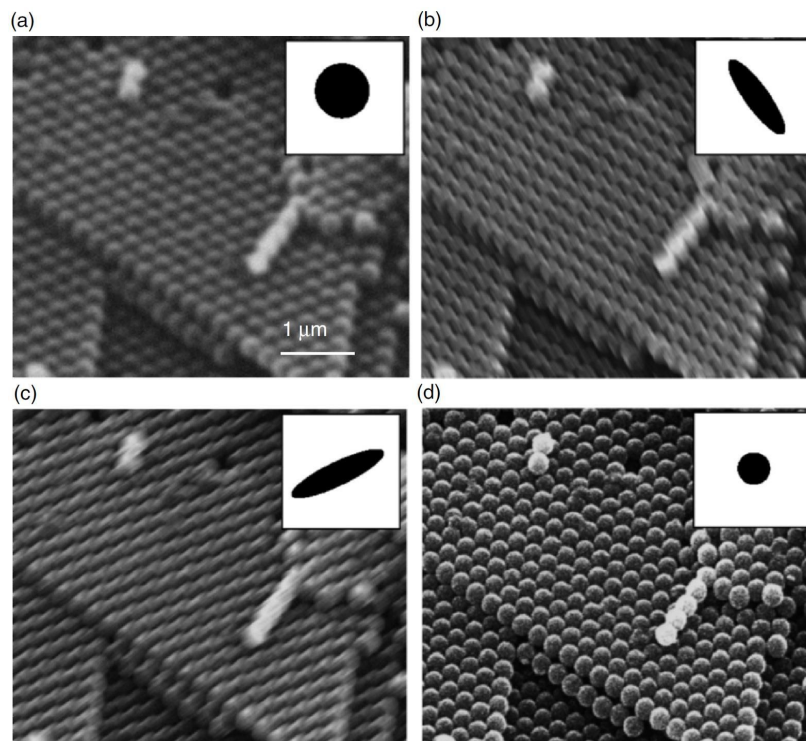

Figura 17. Aspecto das imagens com astigmatismo e após a correção, obtidas em diferentes condições de foco.
- ✓ O astigmatismo impede a obtenção de imagens com resolução adequada mesmo em condição de foco (Figura 17(a)). A presença de astigmatismo é confirmada através da variação do foco, passando de uma situação *underfocus* (Figura 17(b)) para *overfocus* (Figura 17(c)), ou vice-versa. Durante esse procedimento, a presença de astigmatismo provoca a deformação perpendicular dos elementos da imagem. Os botões de correção do astigmatismo devem ser usados iterativamente, procurando-se a melhor resolução em cada manipulação (X e Y). A Figura 17(d) ilustra a situação onde o astigmatismo foi compensado ou corrigido.